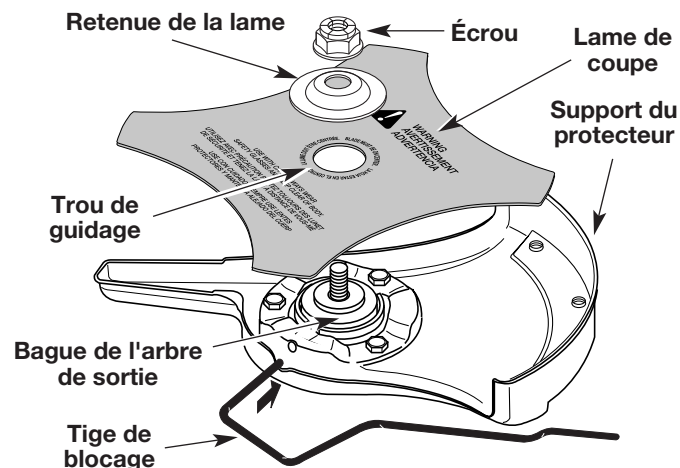

Fig. 10
4. Placez la lame de coupe sur la bague de l'arbre de sortie (Fig. 10).